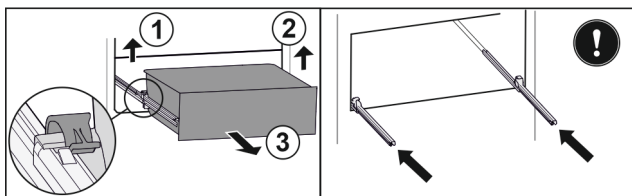

Fig. 95
- ▶ Løft den venstre klemme, og træk samtidigt skuffen i venstre side fremad. *Fig. 95 (1)*
- ▶ Løft den højre klemme, og træk samtidigt skuffen i højre side fremad. *Fig. 95 (2)*
- ▶ Tag skuffen ud fremefter. *Fig. 95 (3)*